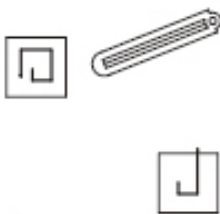

рис.6.2.
- если вам нужно, чтобы вытяжка работала в режиме рециркуляции, необходимо перевести переключатель-рычажок в положение, как показано на рис.6.2.